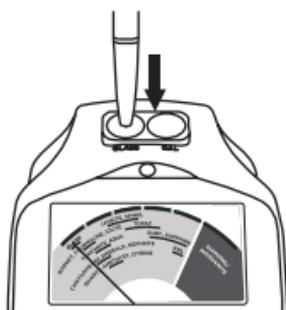

Рис. 1.5
- Прижмите наконечник щупа к диску-имитатору стекла, расположенному слева от контрольной лампы (Рис. 1.5). Приложите достаточных усилий, чтобы выступающий наконечник полностью вошел внутрь корпуса щупа-ручки. Стрелка индикатора должна подняться и остаться в красной полосе (предпочтительно в центре) с надписью «Стекло» в течение двух-трех секунд.